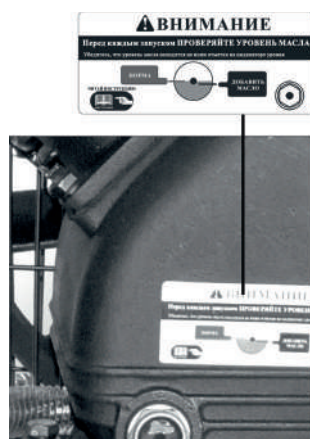

рис. 2
- Поддерживайте уровень масла в пределах красной метки на измерителе уровня масла (рис. 2).
2. Проверьте уровень масла (рис. 2).
- Используемое масло должно быть чистым, его уровень должен быть на красной отметке измерительного окошка (рис. 2).